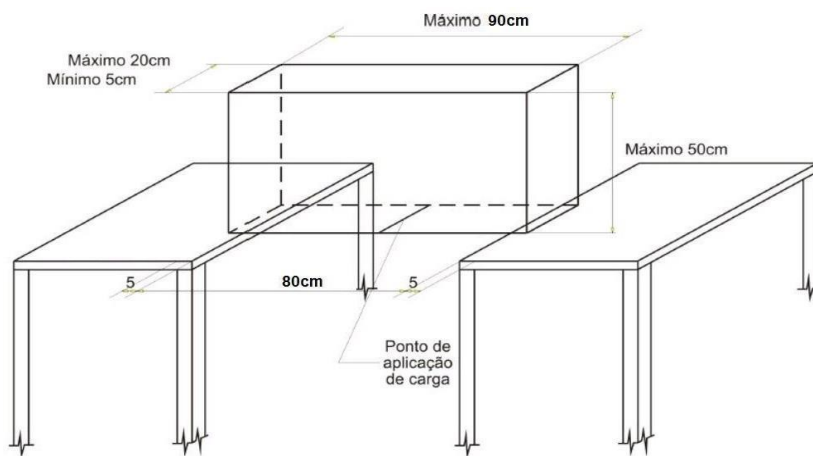
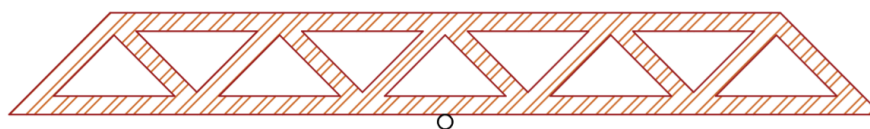

Figura 1 – Esquema da Ponte
Figura 2 – Detalhe da barra de 8mm
2.2.2 – A ponte deverá ter uma barra de aço com diâmetro de 8 mm no centro do vão livre, por onde será realizado o teste de carga, conforme indicado na Figura 1;
2.2.6 – A ponte deverá vencer um vão livre de 80 cm e ter comprimento total de 90 cm, estando apoiada livremente nas suas extremidades, conforme a **Figura 1 e Figura 2**;